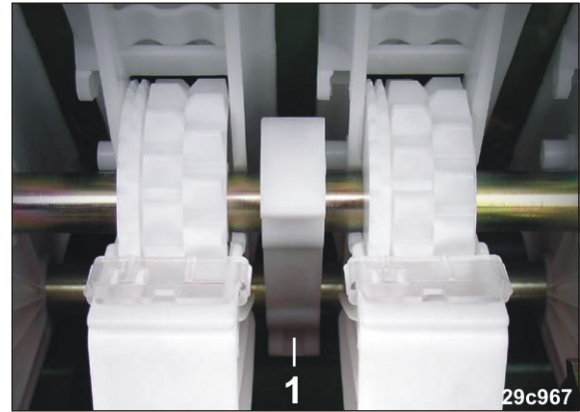

Fig. 250
3. Åbn såakslens tryklejer (Fig. 250/1).